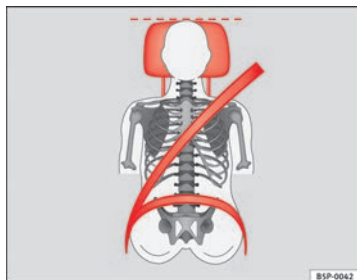
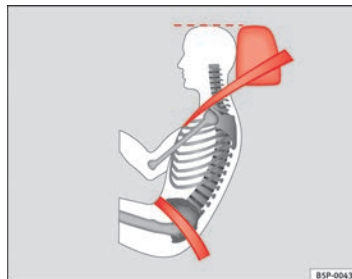

Fig. 65 Vista anteriore:
Fig. 66 Vista laterale:
- Regolare il poggiatesta portando il suo bordo superiore alla stessa altezza della parte superiore della testa, almeno all'altezza degli occhi ⇒ fig. 65 e ⇒ fig. 66.